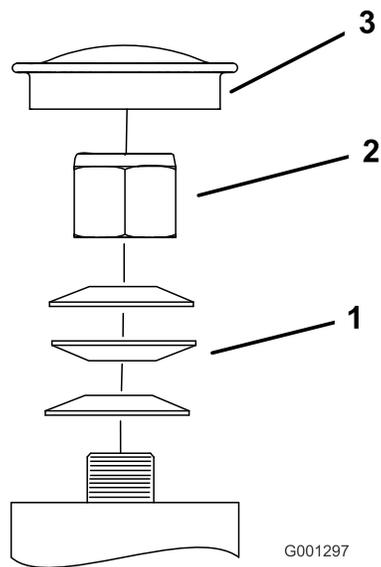

Figura 59
3. Retire el tapón guardapolvo de la rueda giratoria y apriete la contratuerca (Figura 59).
4. Apriete la contratuerca hasta que las arandelas de muelle estén planas, luego afloje la contratuerca $\frac{1}{4}$ de vuelta para establecer la pre-carga correcta de los cojinetes (Figura 59).
Importante: Asegúrese de que las arandelas de muelle están correctamente instaladas, según se muestra en la Figura 59.
5. Coloque el tapón guardapolvo (Figura 59).